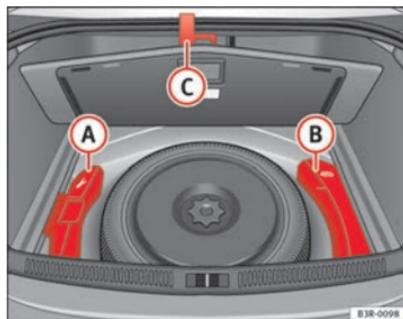

Fig. 176 Attrezzi di bordo e cric
Gli attrezzi di bordo (A) ed il cric (B) ⇒ fig. 176 si trovano sotto il rivestimento del bagagliaio.
- Agganciare la maniglia (C) alla guarnizione del bagagliaio.